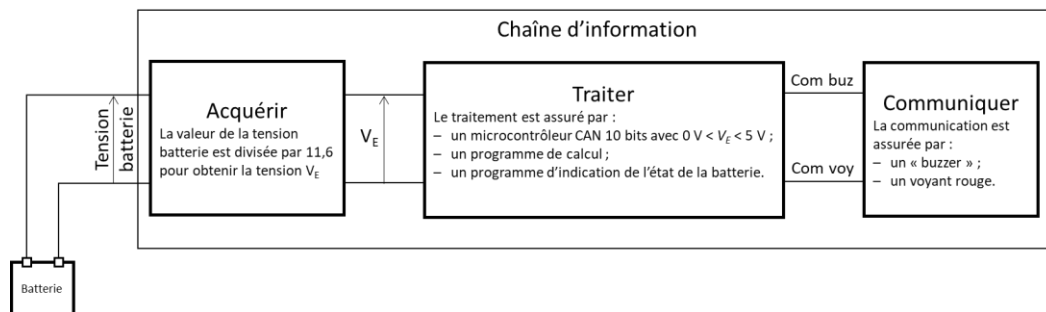

Figure 8 : modélisation d'une partie de la chaîne d'information.
Le synoptique (figure 8) présente une modélisation d'une partie de la chaîne d'énergie assurant la gestion de la charge de la batterie.
**Question II-3** Caractériser les échanges d'informations « type d'information n°1, n°2, n°3 et n°4 » de la chaîne d'information présente de la figure 8 et DR 4. Les types d'informations peuvent être : "Numérique", "Analogique" ou "Logique".